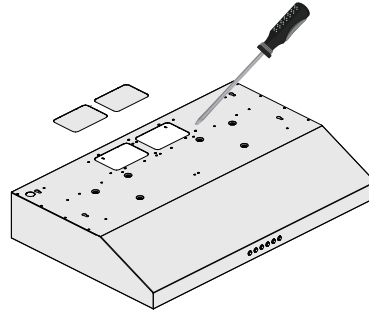

Figure 2
- Selon l'option de ventilation extérieure choisie (Voir Page 10), sortez le panneau d'acier soit sur le haut ou à l'arrière de la hotte (voir figure 2).